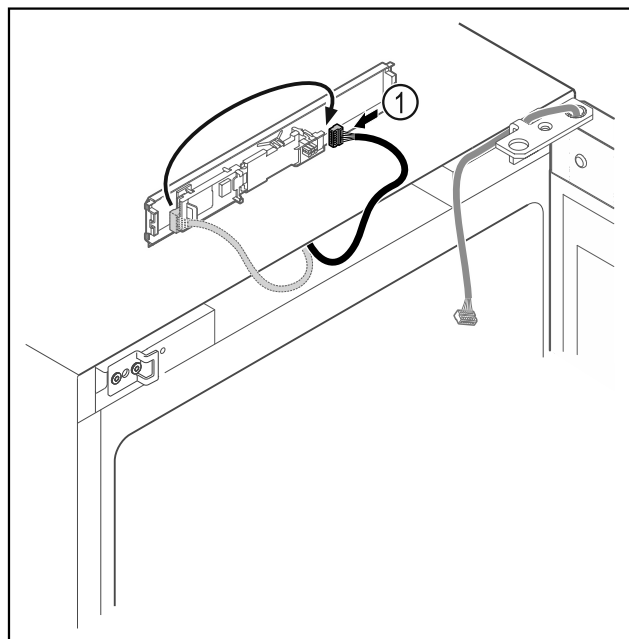

Fig. 15
- Přepojte zástrčku Fig. 15 (1) na desce.